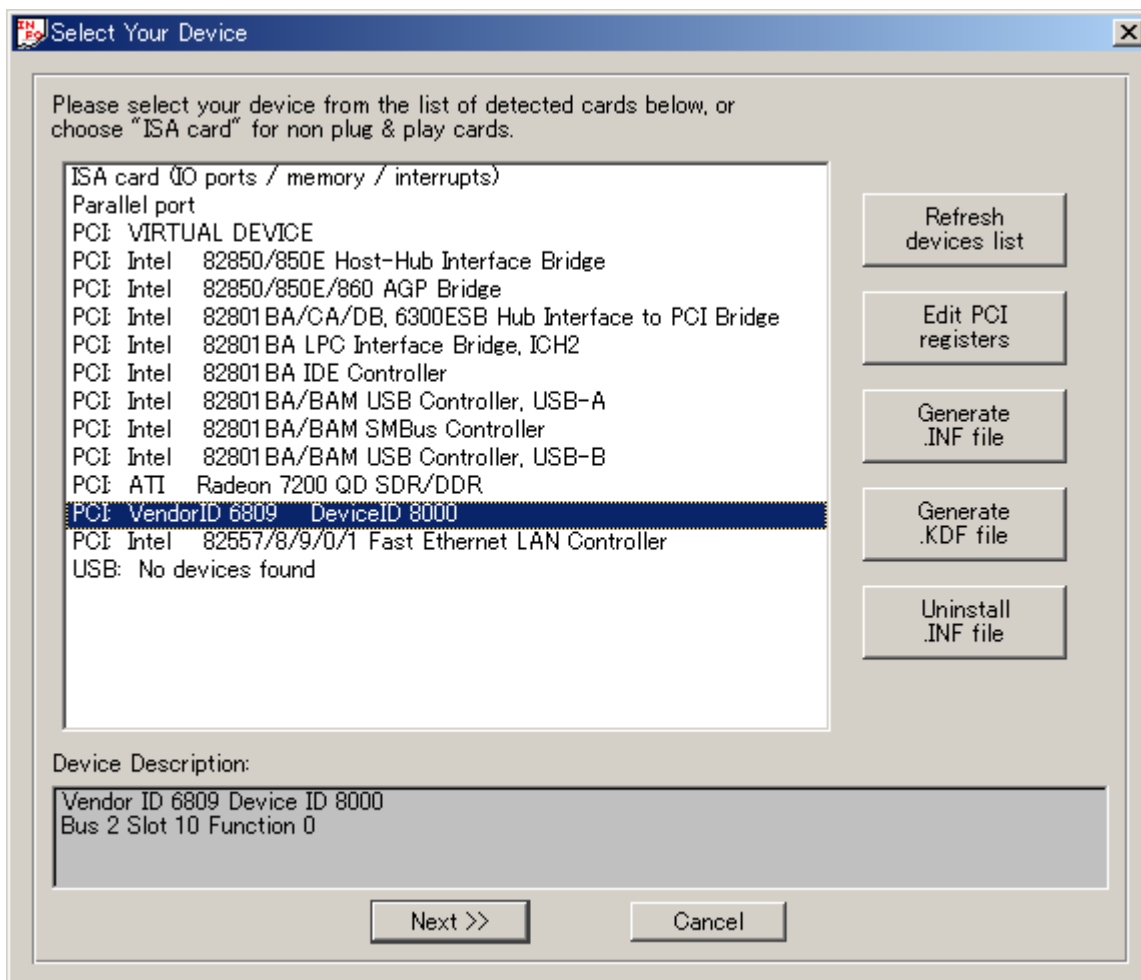

図 2 対象となる PCI カードを選択
- ・ [Select Your Device] ダイアログ・ボックスで、Plug-and-Play カードがすべて表示されるので、対象のデバイス [Vendor ID 6809 Device ID 8000] を選択 (図 2)